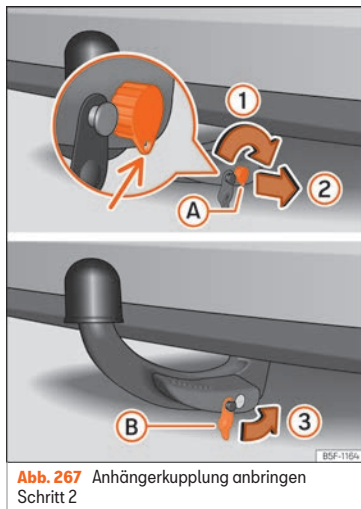

Abb. 267 Anhängerkupplung anbringen Schritt 2
- Drehen Sie den Schlüssel nur eine halbe Umdrehung nach rechts, bis sich das Loch des Schlüssels unten befindet »» Abb. 267 (1).
- Ziehen Sie den Zündschlüssel ab (2).
- Setzen Sie die Abdeckung (B) auf das Schloss (3) »» Abb. 267 »» ①.